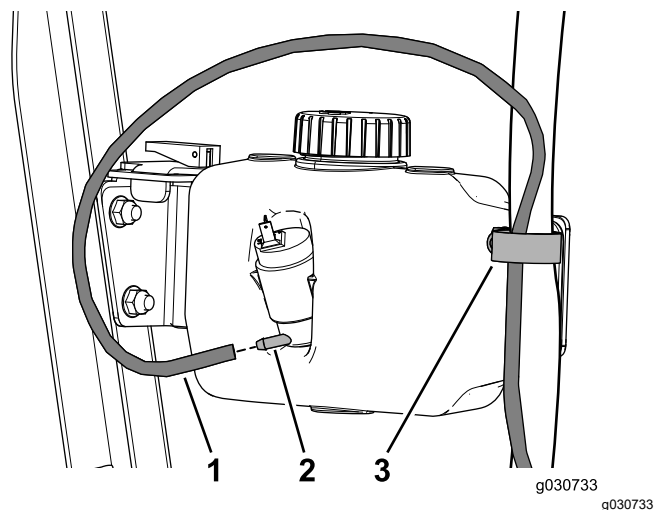

Figura 48
- Encaminhe o tubo de lavagem através do grampo em R e ligue-o ao recipiente do líquido de lavagem (Figura 48).